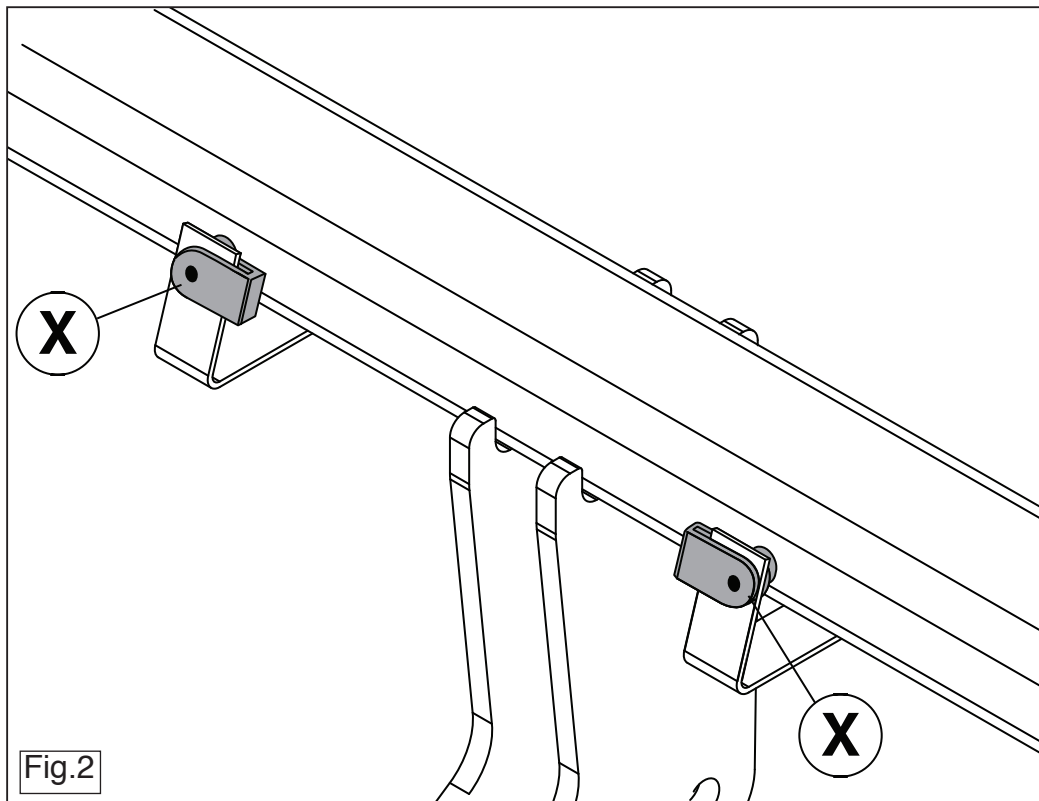

Fig.2
2. Attach part X to the tow bar. (See figure 2).
2. Teil X an die Anhängervorrichtung montieren. (Siehe Abbildung 2). Die Anhängervorrichtung bei den Punkten A, B und C anbringen.
2. Monter la partie X sur l'attelage. (Voir la figure 2).
2. Monter del X på anhængertrækket. (Se fig. 2).
2. Zamontować odcinek X na haku holowniczym. (Patrz rysunek 2).